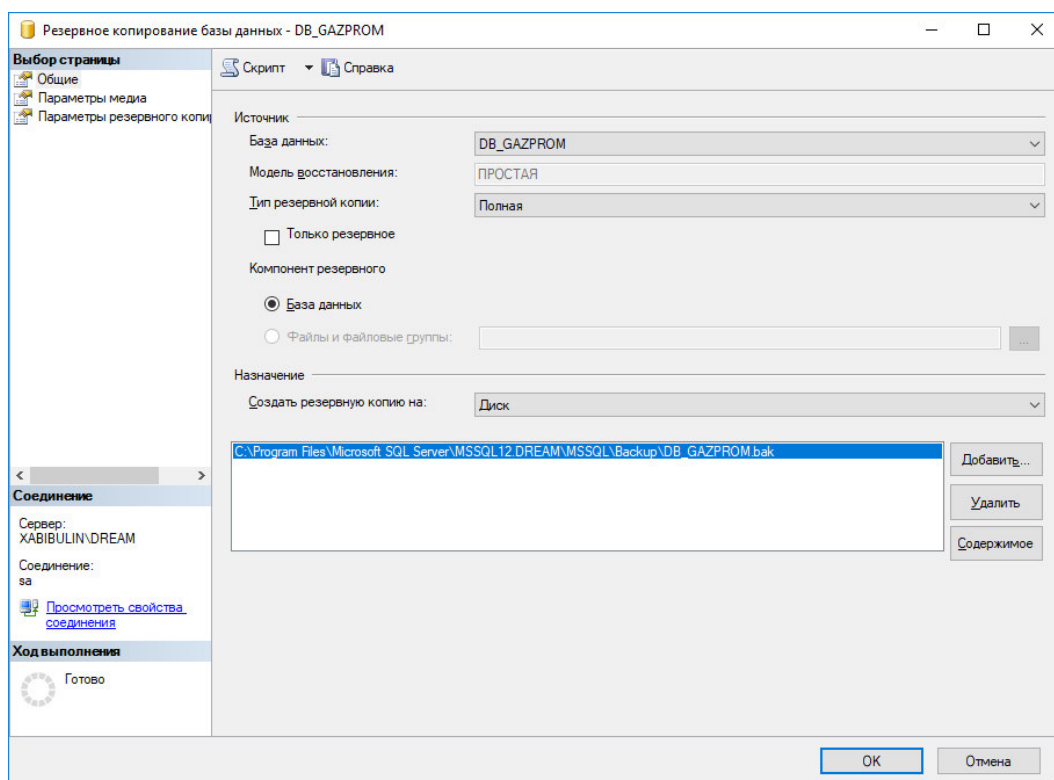

Рисунок 3.7.5
- в открывшемся окне (см. Рисунок 3.7.5) нажать кнопку «ОК»;